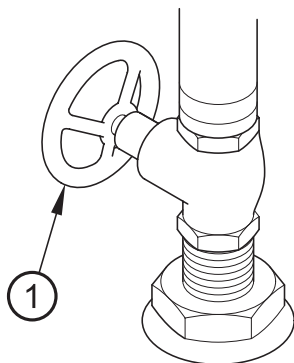

Figura 6
1. Asegúrese de que la llave de agua de mar esté cerrada (en la figura 6, elemento 1, se muestra un ejemplo típico).